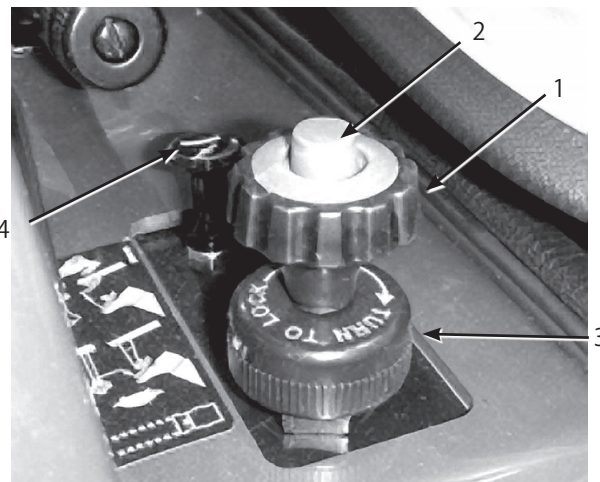

図14
運転席右側にある大きなノブ (図14) です。アクセル・ペダルの踏み込み量を制限して一定速度での走行を可能にします。
2. ボタンを押しながら、ノブを引き上げ、リミッタがアクセル・ペダルに当たったのが足に感じられたら、ボタンから指を離す(図14)。
4. 希望する速度にセットされたら、速度リミッタの根元にあるロック・ダイヤル(図14)を右に回して設定を固定する。ロックを解除する場合には、このダイヤルをゆるめる。
運転席右側にある小さなノブで操作します。(図14) エンジンが冷えている時にはチョークを引いてからエンジンを始動します。エンジンが始動したら、エンジンがスムーズに回転を続けられるように調整してください。なるべく早く OFF に戻すようにしてください。エンジンが温かい時にはチョークは不要です。